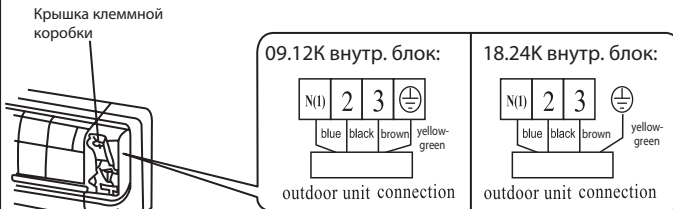

рис.6
2. Снимите крышку клеммной коробки, Рис. 6.